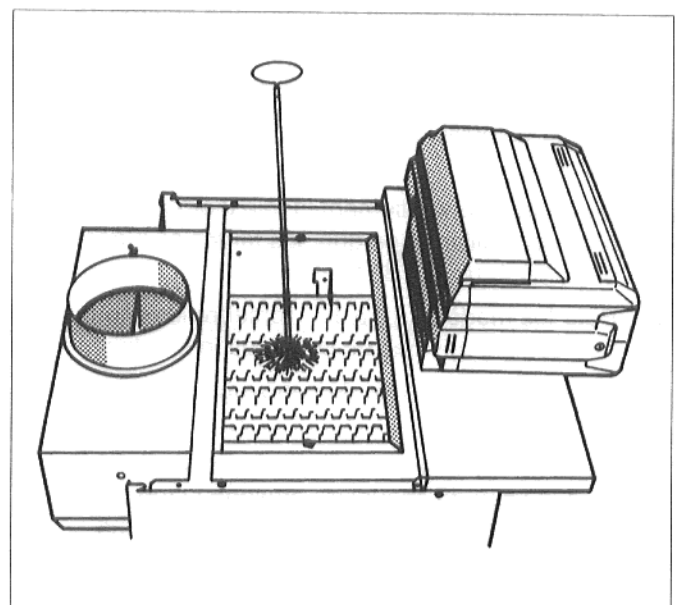

Fig. 33
- Brosser vigoureusement les carneaux collecteurs de fumées (fig. 33).